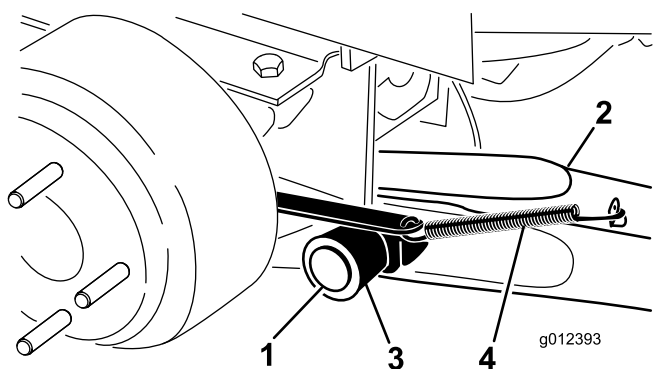

図 2
4. ピボット・ピン 1 本、コッター・ピン 1 本を使って、ピボット・ブラケットに昇降アームを取り付ける（図 2）。昇降アームを、曲がった部分が外側を向くようにして取り付ける。
5. ブレーキ・リターン・スプリングを昇降アームのタブ引っ掛ける（図 2）。